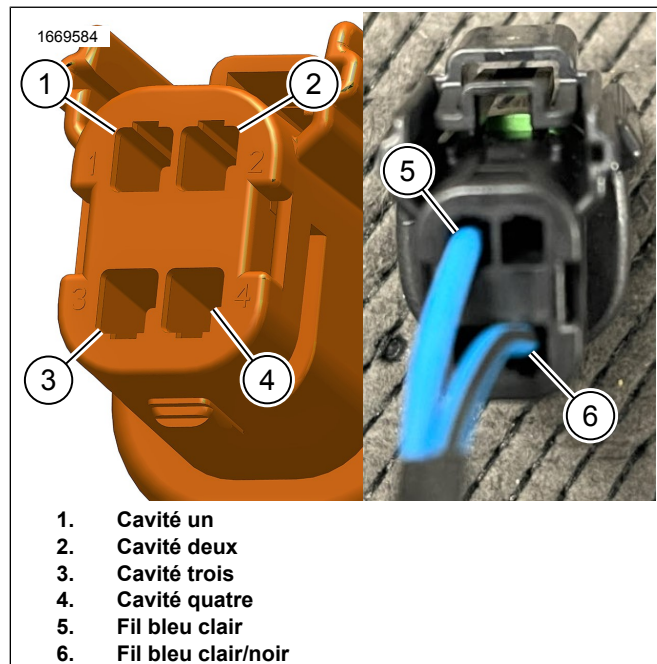

Figure 22. Recâbler le faisceau 69203031
1. Voir la figure 22. Utiliser un outil spécial pour retirer les bornes du connecteur.